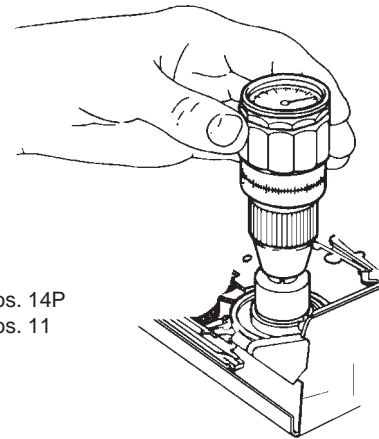

Fig. 28
- Drehmomentmesser auf den rechten Wickelteller aufsetzen (Fig. 28).
- So lange drehen, bis sich die Anzeige am Drehmomentmesser nicht mehr verändert (Fig. 28).
- Place the torque meter on the right reel (Fig. 28).
- Keep turning until the reading on the torque meter does not change any more (Fig. 28).
- Drehmomentmesser auf den rechten Wickelteller aufsetzen und entgegen dem Uhrzeigersinn so lange drehen, bis der Wickelteller leicht durchrutscht (Fig. 28).
- Place the torque meter on the right reel and turn the latter counter-clockwise until the reel just starts to slip (Fig. 28).